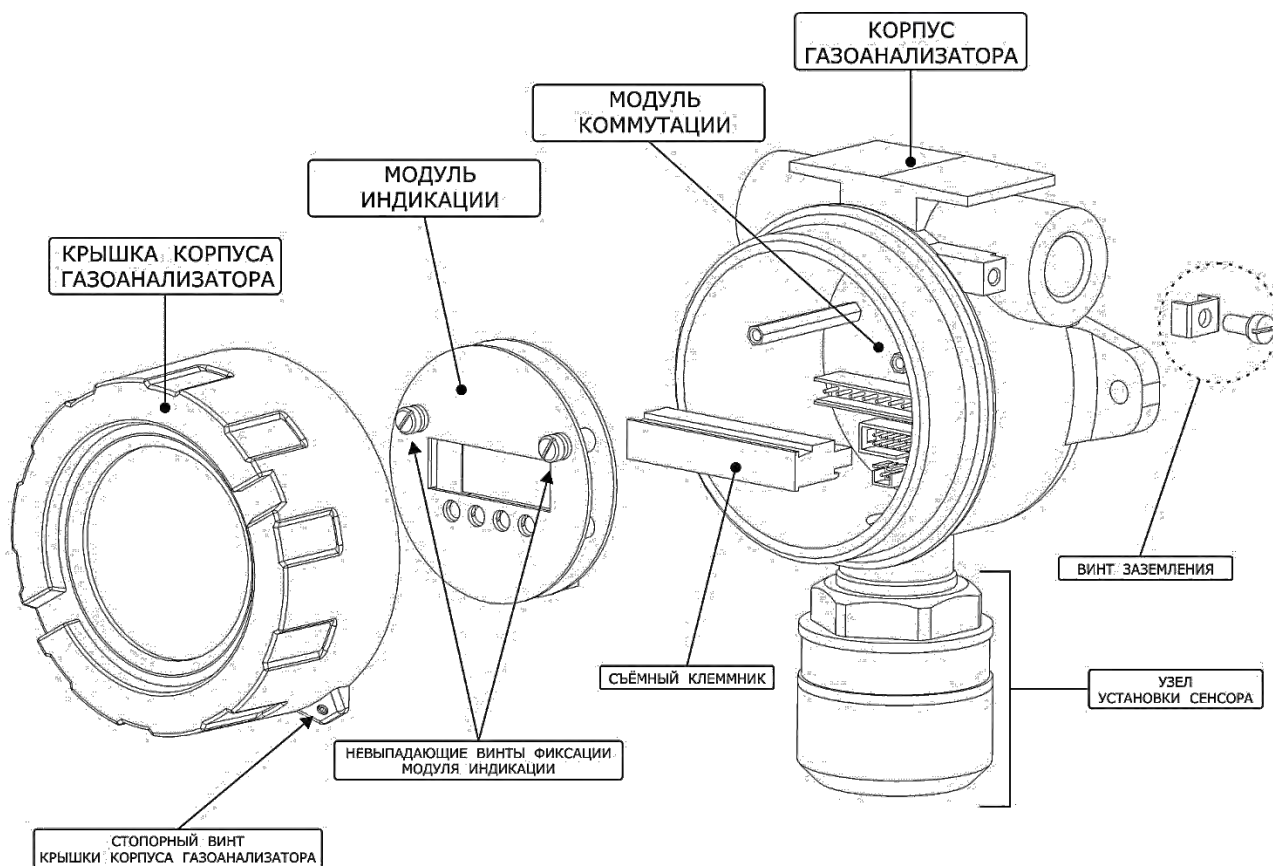

Рисунок 8 – Функциональный состав узла обработки ИГМ-12М
Узел обработки (рисунок 8) предназначен для:
- съемный клеммник с винтовым прижимом подводимых проводов (Рисунок 8);